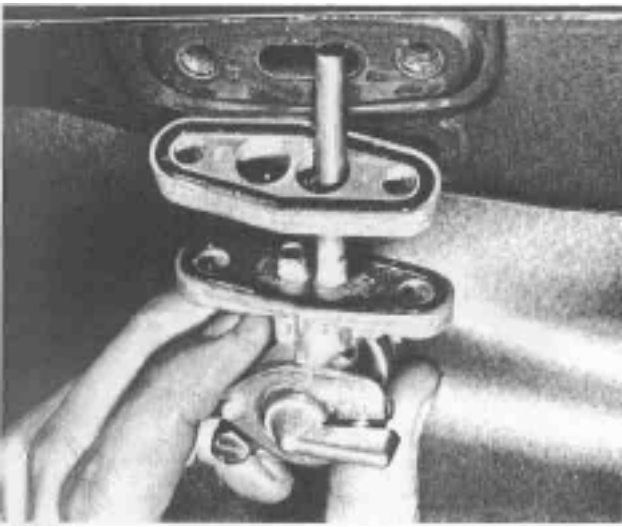

Bild 244
- Der Hahn ist an der Tank-Unterseite mit Zwischenflansch und zwei Kreuzschlitzschrauben befestigt (Bild 244).